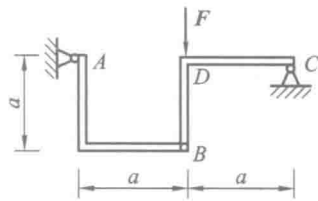

图 1.14
6. 如图 1.14 所示平衡的平面结构中, 两根边长均为 a 的直角弯杆 AB 和 BC 在 B 处铰接。BC 杆的 D 处作用有铅垂力 F , 若不计两弯杆自重和各接触处摩擦, 则根据三力平衡汇交定理, C 处约束反力的作用线沿_____的连线。